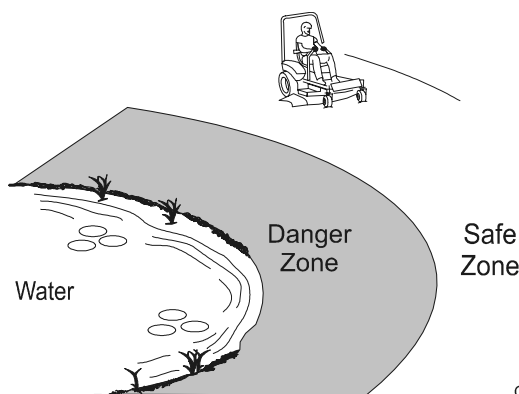

FIGURA 1
- Use un cortacésped pequeño y/o un podador manual cerca de curvas, cunetas, banquinas o agua. Esta área puede ser peligrosa. Vea figura 1.